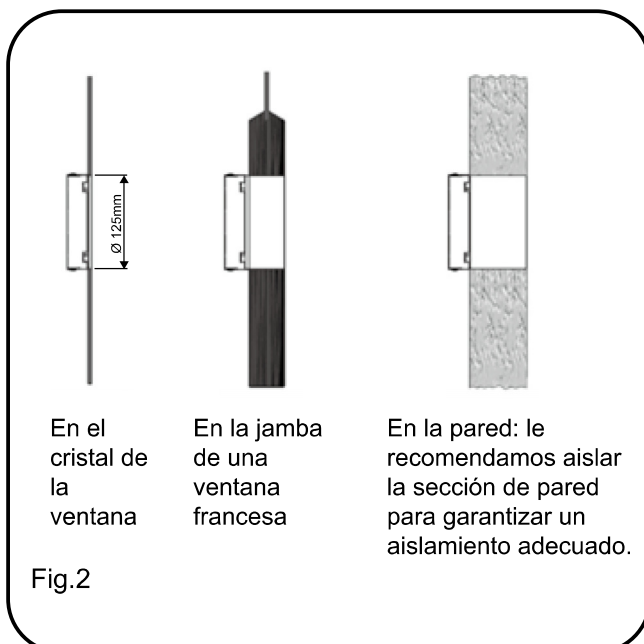

Fig.2
• Taladre un orificio en una pared exterior o a través del cristal de una ventana. Respete la altura y las dimensiones del orificio que se especifican en la Fig. 2.